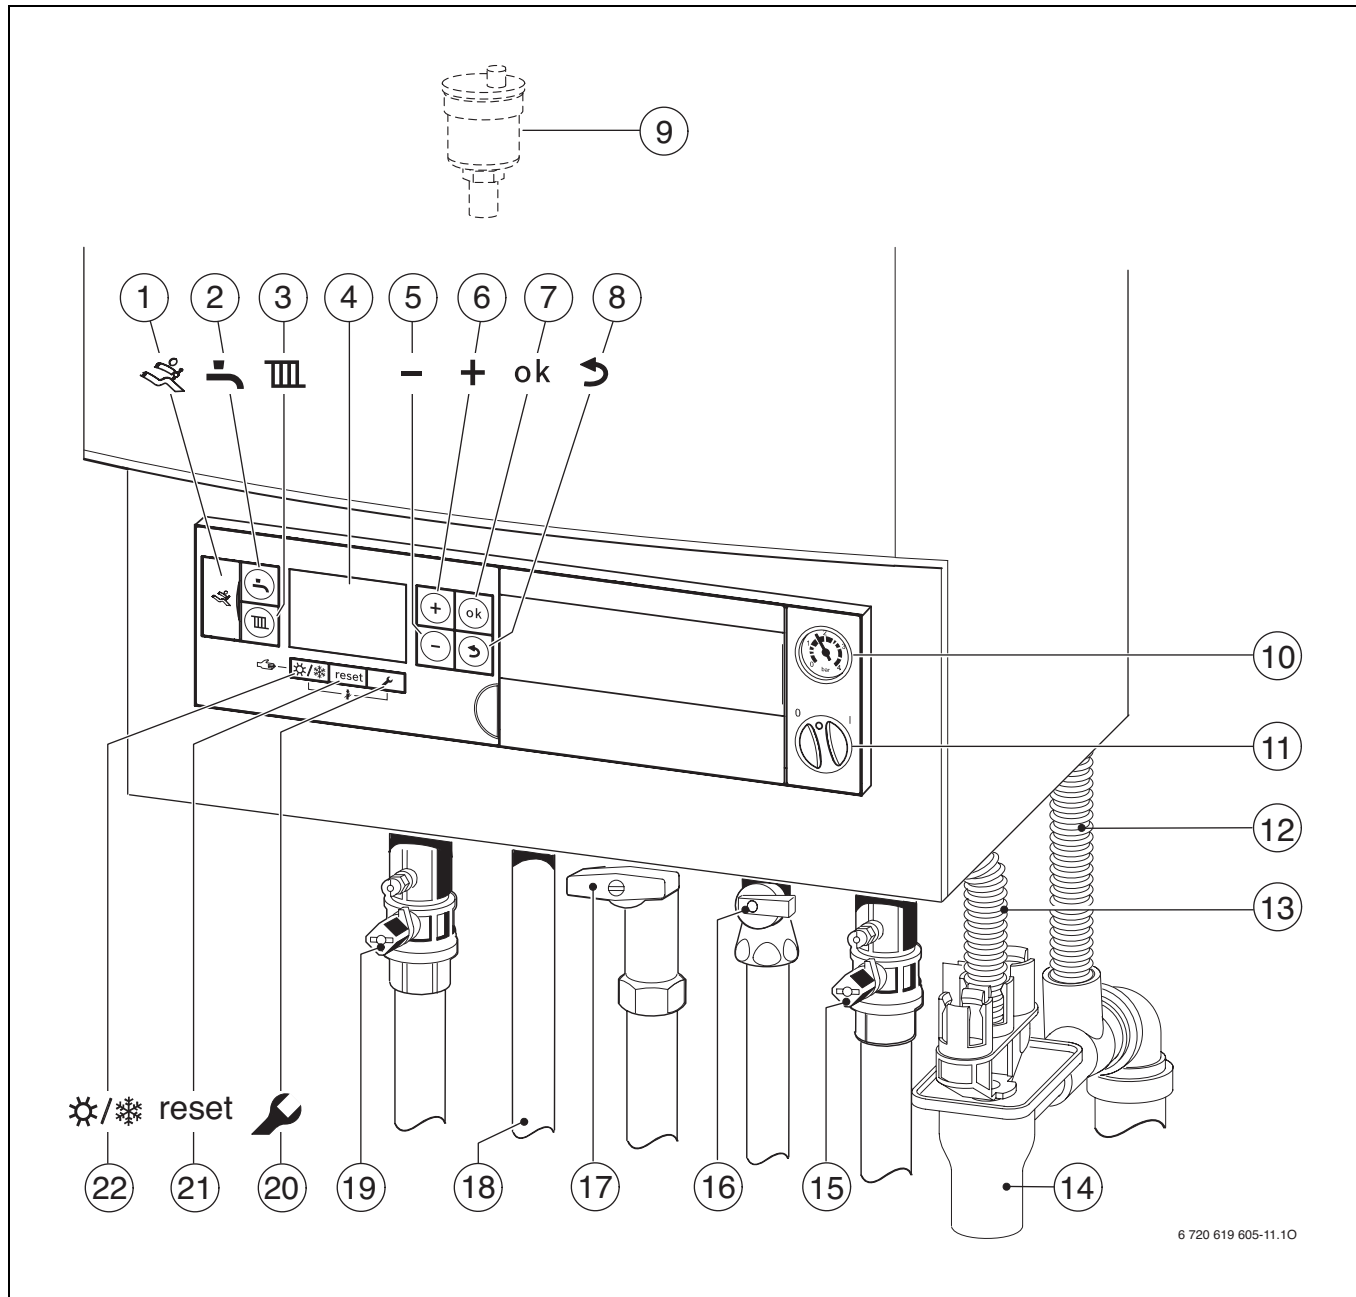

Bild 23
- ▶ Heizungsvorlaufhahn und Heizungsrücklaufhahn öffnen (→ Bild 23, [15] und [19], Seite 26).
- ▶ Bei GB172-24K: Kaltwasserhahn öffnen (→ Bild 23, [16]).
- ▶ Gashahn öffnen (→ Bild 23, [17]).
- ▶ Automatischen Entlüfter öffnen (offen lassen) (→ Bild 23, [9], Seite 26).